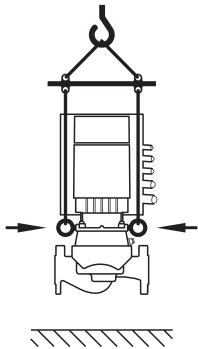

Fig. 8: A szivattyú szállítása
- A szivattyú szállítását csak engedélyezett teherfelvő eszközökkel (pl. csigasor, daru stb.) szabad végrehajtani. A teherfelvő szerkezeteket a motorkarima szállítógyűrűihez kell rögzíteni (Fig. 8, az ábrán a következő látható: Emelési irány függőleges motortengely esetén).